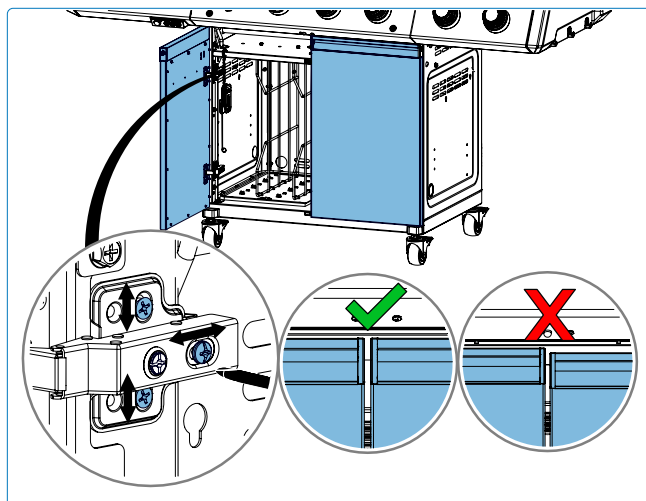

Fig 17
4. Stel de scharnierschroeven af om de kastdeuren op gelijke hoogte te brengen (**Fig 17**).